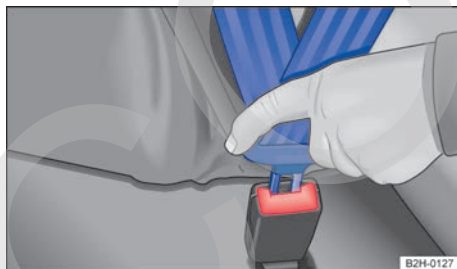

Fig. 58 Insertar la lengüeta del cinturón de seguridad en su cierre.
- Inserte bien la lengüeta del cinturón en el cierre del cinturón correspondiente a la plaza → fig. 58.